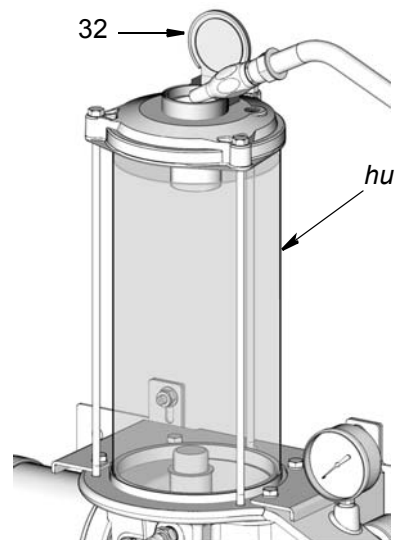

FIG. 7
2. Ajouter doucement de l'huile (*hu*) jusqu'à ce que le réservoir soit plein (FIG. 7). Prendre soin de ne pas remplir le réservoir trop rapidement et de ne pas dépasser la capacité du réservoir.
3. Fermer le bouchon de remplissage d'huile (32) pour éviter de salir l'huile ou d'en renverser (FIG. 7).